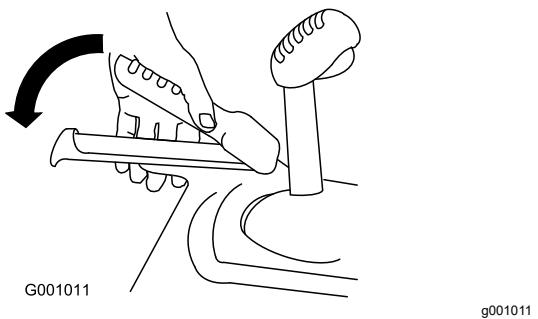

Figura 26
2. Engrane la palanca de tracción y sujétela en esa posición (Figura 26).